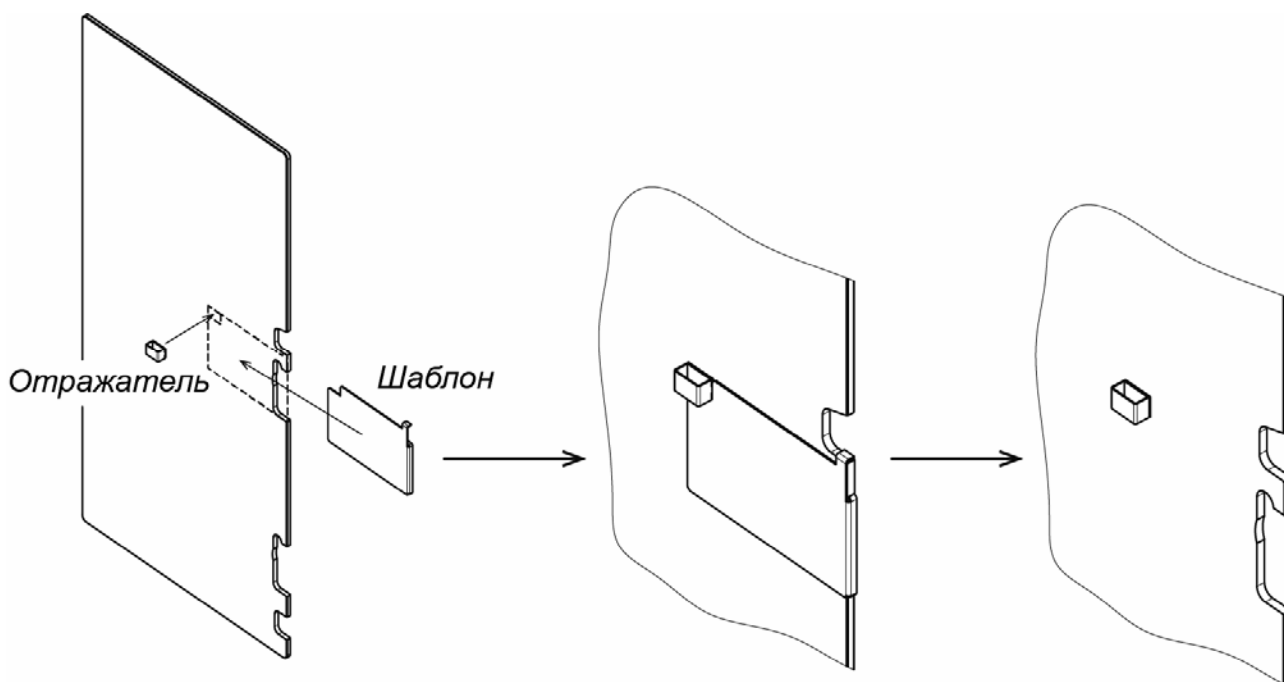

Рисунок 28. Установка отражателя
2. Приклейте отражатель из комплекта поставки на створку (см. рис. 28), для чего: